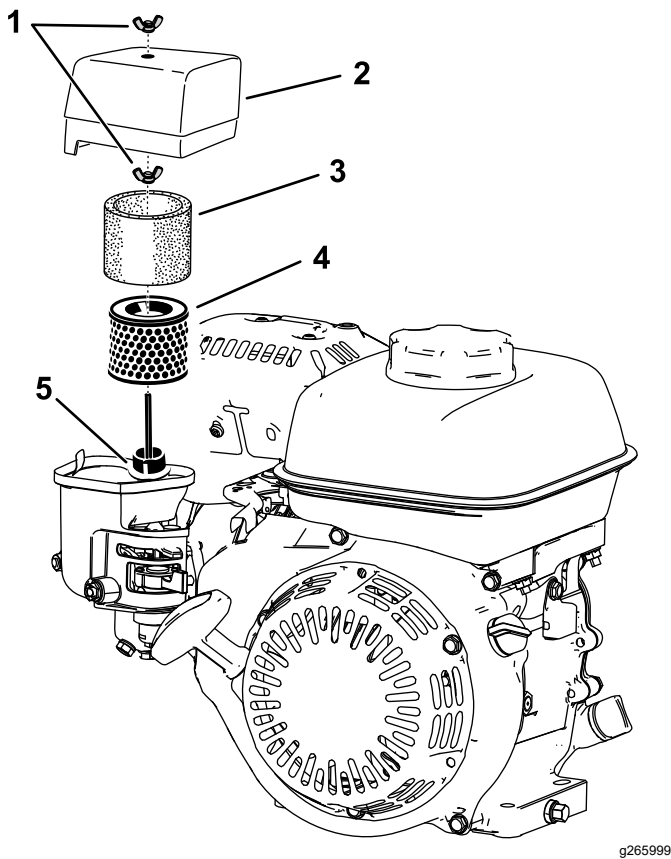

図 12
2. エアクリーナカバーを固定している蝶ナットを外す 図 12。